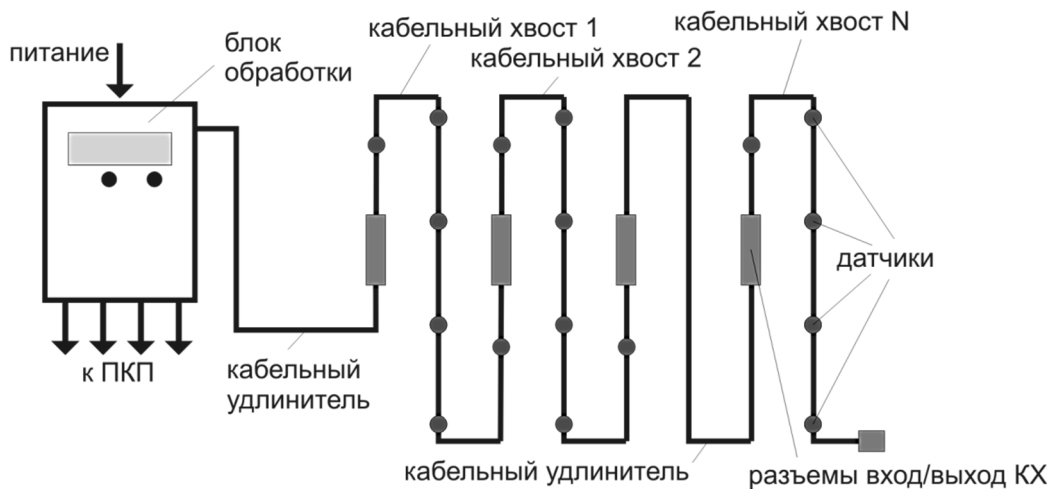

Рис. 5. Соединения составных частей извещателя.
2.2.5. Собранный ЧЭ подключается первой розеткой в вилку блока обработки (рис.5), для чего с разъёма блока обработки нужно снять защитную заглушку.